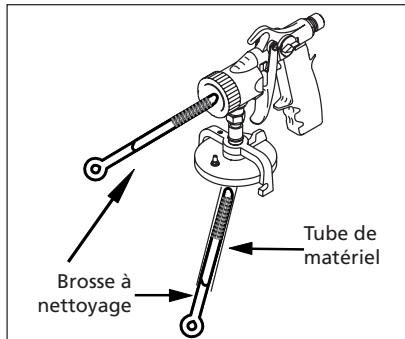

Fig. 17 - Nettoyage du tuyau de matériel
4. Utiliser la brosse (embibée avec du solvant) entre les rincages pour nettoyer le tuyau de matériel et la buse (Voir Figure 17).